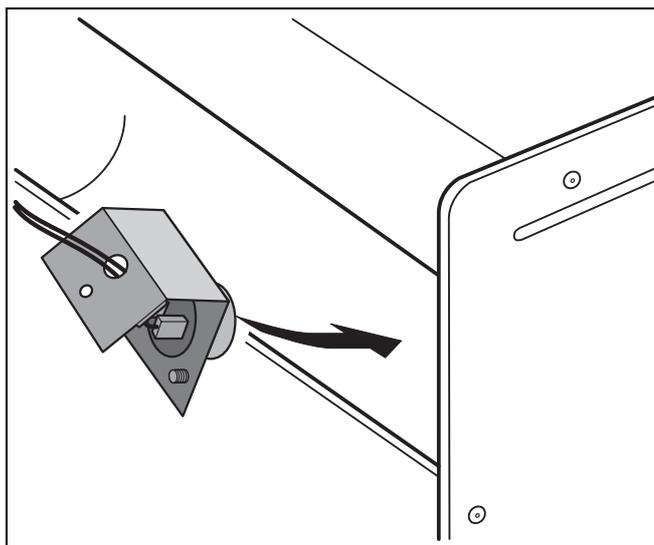

Fig. 35 Svitare il sensore
- Tenere il sensore nel nucleo del flusso di scarico (fig. 35). Il bruciatore viene disattivato; nel display appare l'avviso "I". Dopo avere premuto il tasto service nel display appare il simbolo "L". Significa che il sensore ha reagito.